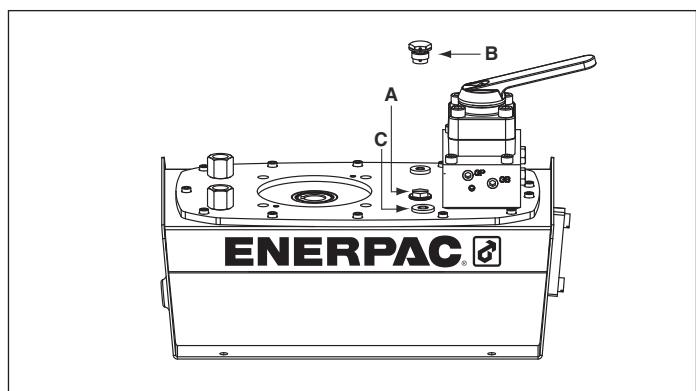

Figura 2, Instalação do Respiro ZG
4.1 Tampa do Respiro do Reservatório (Ver Figura 2)
Verifique o nível de óleo da bomba antes de colocá-la em funcionamento, e adicione óleo, caso necessário, removendo a tampa do respiro. Certifique-se sempre que os cilindros estejam totalmente retraídos, antes de acrescentar óleo ao reservatório. Ver Figura 2.